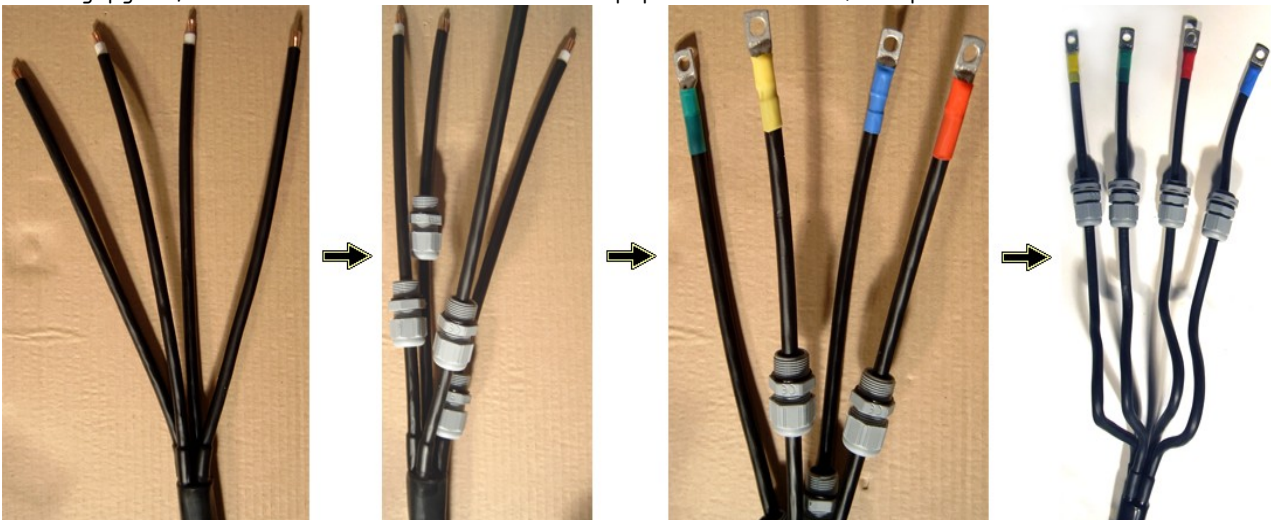

Рис.5.4. Порядок обжимки клемм
6. Оденьте на провода кабельные вводы (поз.9), обожмите клеммы (поз.10 или поз.11) и промаркируйте провода при помощи цветных термоусадочных трубок. Порядок маркировки: жёлтый – фаза А, зелёный – фаза В, красный – фаза С и синий – нейтраль. По окончании отформуйте провода полукругом, для того чтобы было легче маневрировать ими в ящике (рис.5.4).